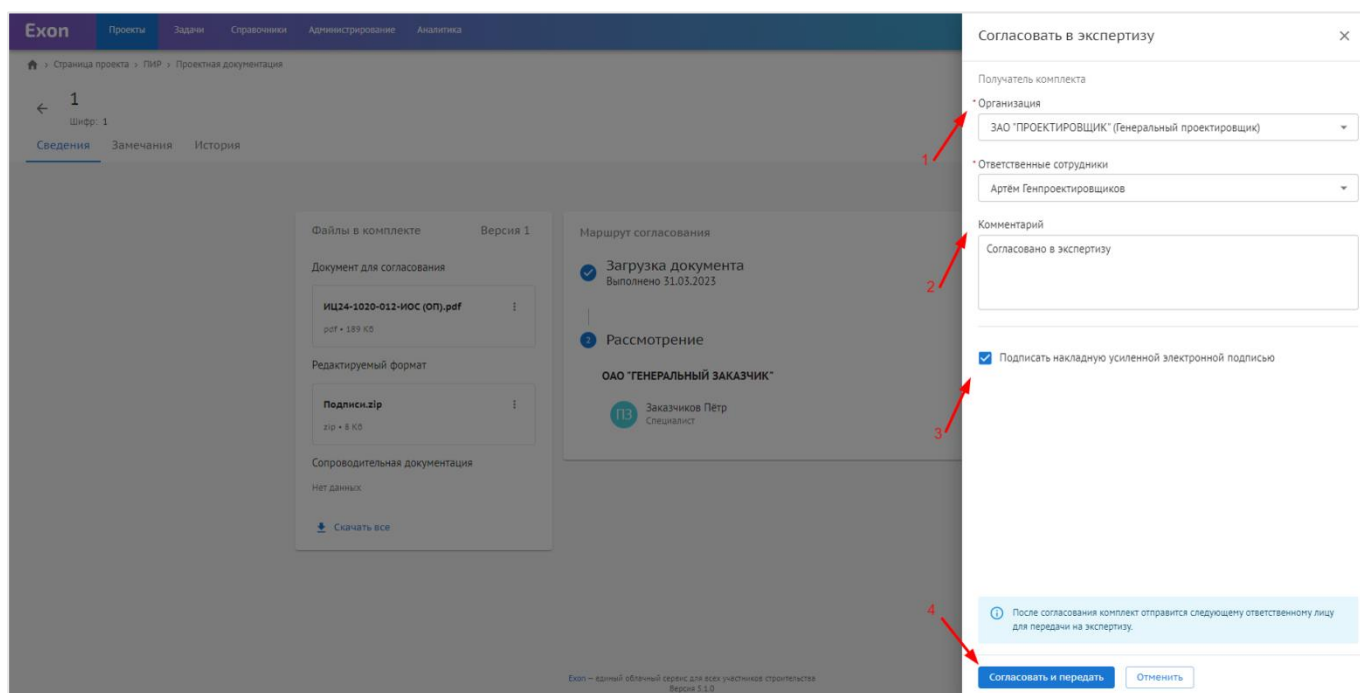

Рис. 89 – Заполнение атрибутов в окне Согласования в экспертизу
1.2. В открывшемся окне указать организацию и ответственного сотрудника, который будет загружать результат экспертизы (1), комментарий (2), при необходимости можно подписать накладную электронной подписью (3) и после заполнения атрибутов передать документ указанному сотруднику (4) (рис. 89).